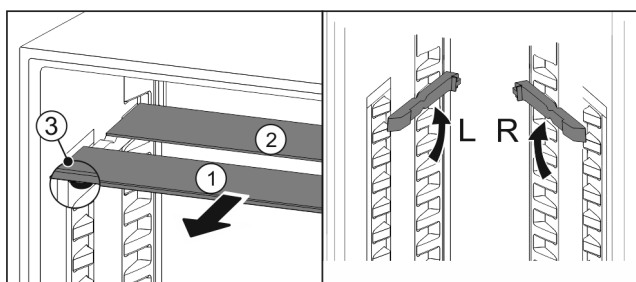

Fig. 71
- ▶ Wyciągnąć Fig. 71 (1) pojedynczo półkę szklane do przodu.
- ▷ Płyta szklana Fig. 71 (1) z listwą ozdobną znajduje się z przodu.
- ▷ Stopery Fig. 71 (3) wskazują w dół.